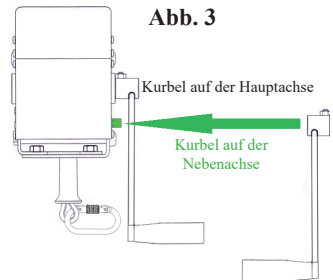

Abb. 3
3. Die Kurbel auf der Nebenachse installieren (grün in Abb. 3).
6. Um wieder zur normalen Nutzung zu wechseln, muss die Kurbel wieder auf der Hauptachse in der ersten Richtung installiert werden (siehe Abb. 3).